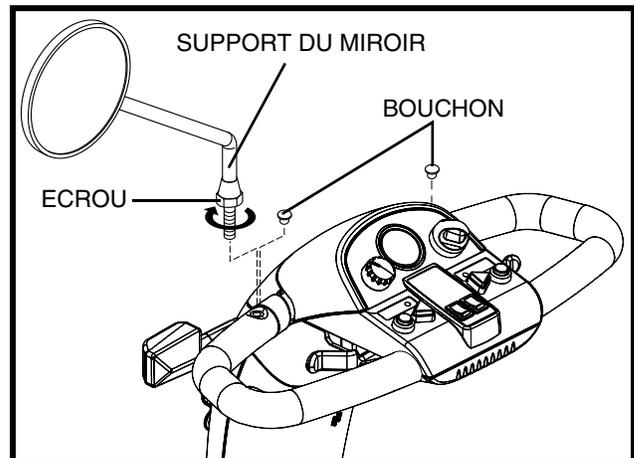

Figure 16. Installation du miroir
**Pour installer le miroir (voir la figure 16):**